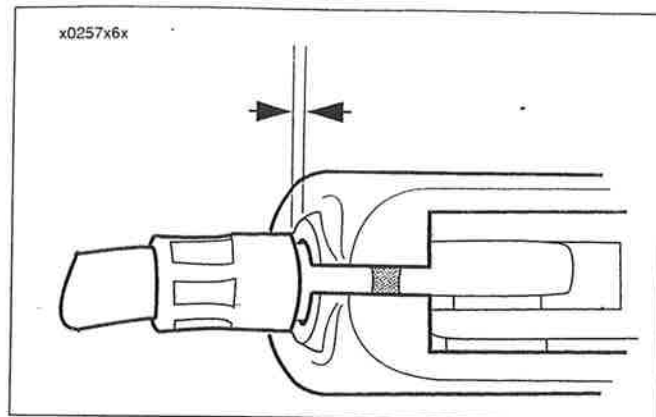

Figura 6-7. Ajuste para obtener un espacio libre de 1,6-3,2 mm (1/16-1/8 pulg.) entre el casquillo y la pieza de soporte
13. Vea la Figura 6-7. Tire del casquillo del cable del embrague para separarlo del soporte de la palanca del embrague. Compruebe el juego libre. Gire el ajustador del cable según sea necesario para obtener un juego libre de 1,6-3,2 mm (1/16-1/8 pulg.) entre el extremo del casquillo del cable y la pieza de soporte de la palanca del embrague.